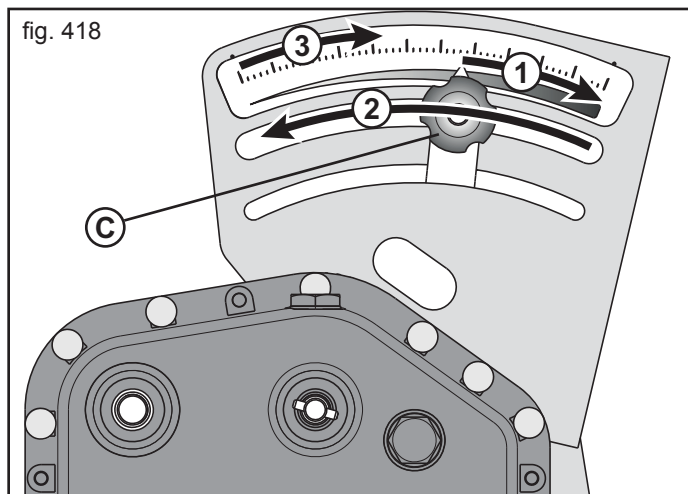

fig. 418
In der Kombinationsverteilung wird das Düngemittel über das rechts auf der Maschine angebrachte Getriebe (3, Abb. 302) dosiert. Das Getriebe steuert die Geschwindigkeit der Verteilergruppen und wird durch einen zwischen «0» und «50» geeichten Hebelstock eingestellt (Abb. 418).
Die Einstellung oder Veränderung des Wertes auf dem Getriebe erfolgt wie folgt: den Drehgriff lockern (C, Abb. 418), den Hebelstock auf den Endanschlag «50» (1) und dann auf «0» (Null) (2) der Meßlatte bringen, anschließend auf den gewünschten Wert einstellen (3) und in dieser Position über den Drehgriff sichern.
- Stellung des Schalthebels im Verhältnis zur zu verteilenden Menge (Abb. 418);